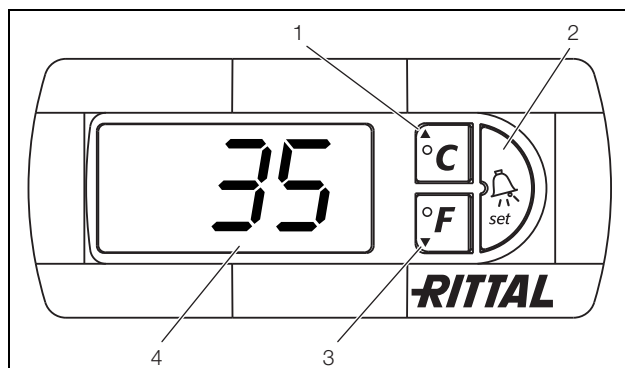

Fig. 30: Controllo e-Comfort
Il condizionatore funziona automaticamente; dopo aver attivato l'alimentazione il ventilatore dell'evaporatore è attivato (vedere fig. 3) e fa circolare l'aria all'interno dell'armadio. Il condensatore e il ventilatore dell'evaporatore sono regolati dal controllo e-Comfort. Il controllo e-Comfort dispone di un display a 7 segmenti (fig. 30). Dopo aver attivato l'alimentazione, sul display appare per circa 2 secondi anzitutto la versione del software in uso e la funzione Eco Mode attivata, successivamente l'opzione preimpostata (ad es. t10) o la temperatura. In modalità di funzionamento normale il display visualizza sia la temperatura (in gradi Celsius o gradi Fahrenheit, commutabili) sia le segnalazioni di guasto.
Per la programmazione dell'apparecchio si utilizzano i tasti 1 – 3 (fig. 30). I relativi parametri vengono visualizzati in modo analogo sul display.
- Premere contemporaneamente i tasti 1 e 2 (fig. 30) per almeno 5 secondi.
Con i tasti 1, 2 e 3 (fig. 30) è possibile modificare 24 parametri entro i campi predefiniti (valore min., valore max.).